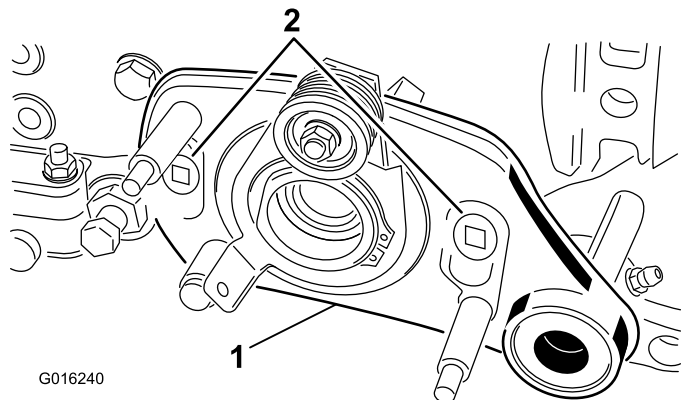

Figura 33
8. Remova os 2 parafusos com olhal que prendem o conjunto da transmissão do rastelo aos adaptadores da placa lateral (Figura 33).